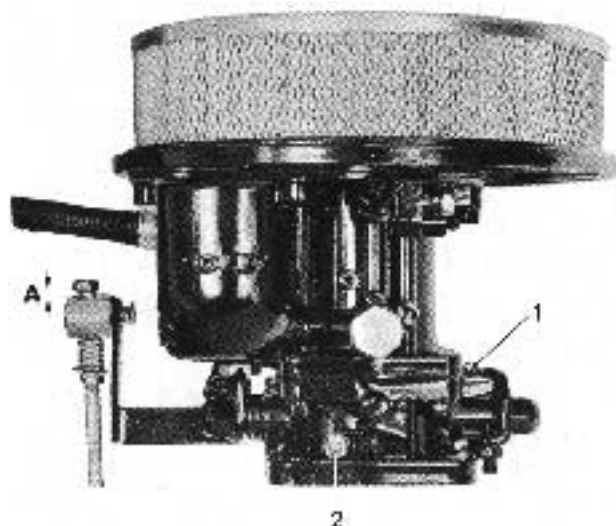

Bild F9 Enkelförgasare Solex (AQ115A)
1. Kontrollera då manöverspaken står i neutralläge att den fjäderbelastade tärningen har en fjäderbelastning av ca 2 mm (se A, bild F9). Vid justering, lossa låsmuttern under fjäderhylsan och skruva hylsan på reglagekabelns gänga till rätt mått.
tioner" angivna. Justera vid behov tomgångsskruven (1, bild F9). Om motorn går orent, justera luftskruven (2) tills ren gång erhålls. Luftskruvens grundinställning är ca 2 varv utskruvad från bottenläge.